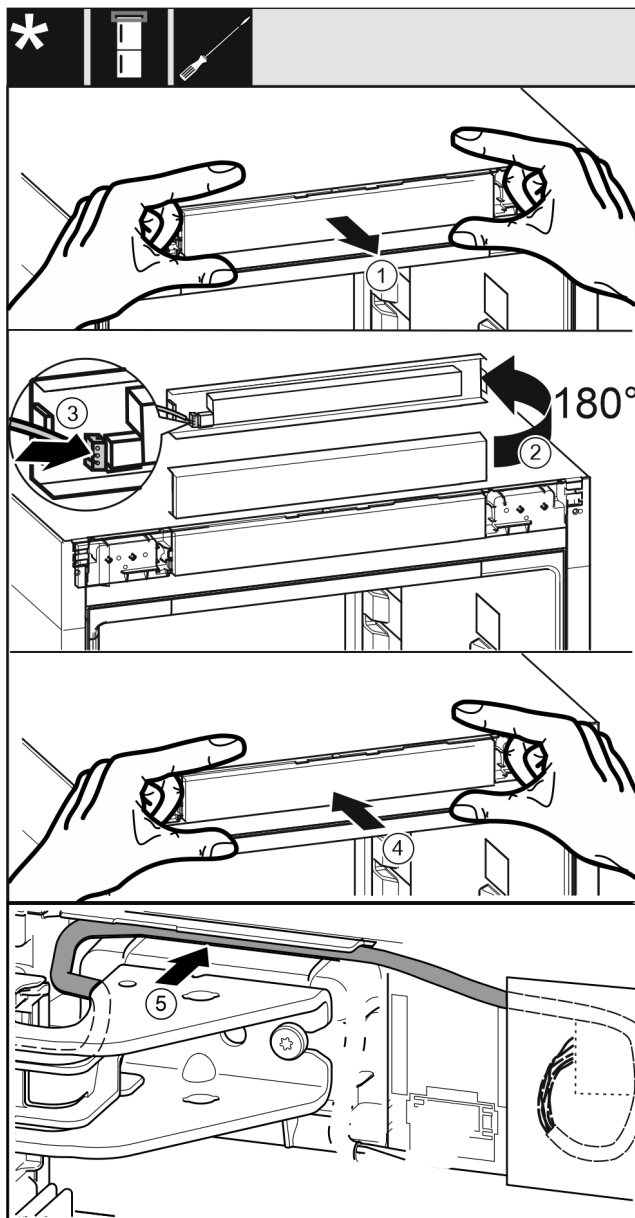

Fig. 38
- ▶ Осторожно извлеките фальшпанель Fig. 38 (1).
- ▶ Поверните фальшпанель Fig. 38 (2) вверх на 180°.
- ▶ Зафиксируйте штекер Fig. 38 (3) на фальшпанели.
- ▶ Снова зафиксируйте фальшпанель Fig. 38 (4) на устройстве.
- ▶ Осторожно проложите кабель Fig. 38 (5) в направляющей над верхним опорным кронштейном.